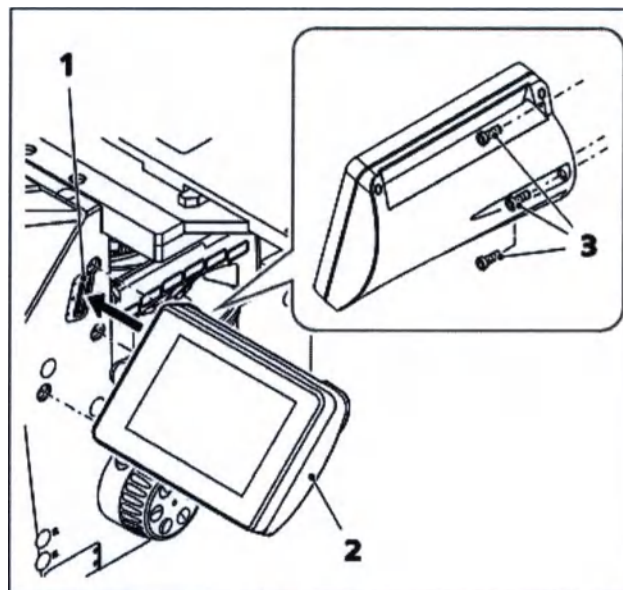

Рис. 41
- Установите TFT-дисплей (рис. 41/2) на правую часть штатива. При этом убедитесь, что штырьковый контакт (рис. 41/1) точно вошел в отверстие.
- Закрепите TFT-дисплей тремя винтами (рис. 41/3).